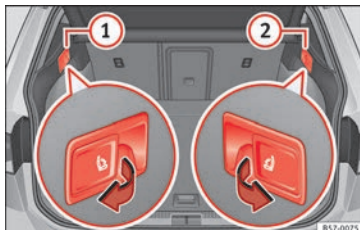

Fig. 144 Na bagageira: alavancas para desbloqueio à distância das partes esquerda (1) e direita (2) do encosto traseiro.
- Puxe a alavanca de desbloqueio à distância da parte esquerda » **Fig. 144** (1) ou direita (2) do encosto no sentido da seta. A parte desbloqueada do encosto traseiro rebate-se automaticamente para a frente.